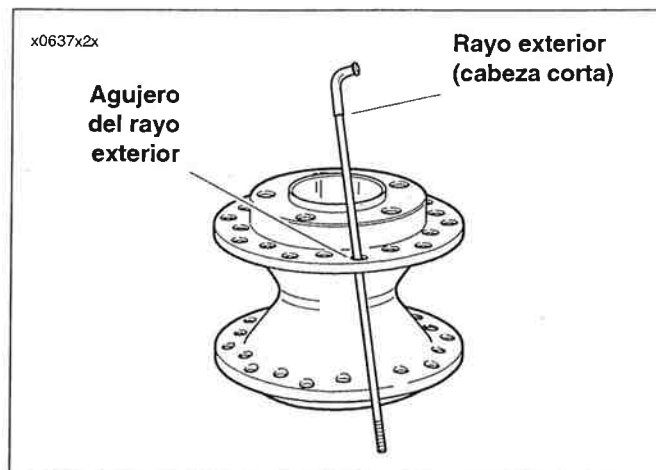

Figura 2-45. Instalación de los rayos en la maza de la rueda de 21 pulg.
- Vea la Figura 2-45. Coloque la maza en un banco de trabajo con el lado del disco de freno hacia arriba. Inserte un rayo exterior (cabeza corta) dentro de un agujero exterior del reborde superior y gírelo a la izquierda. Inserte un rayo interior (cabeza larga) en el siguiente agujero a la derecha del rayo exterior. Gire el rayo interior a la derecha, debajo del rayo exterior.